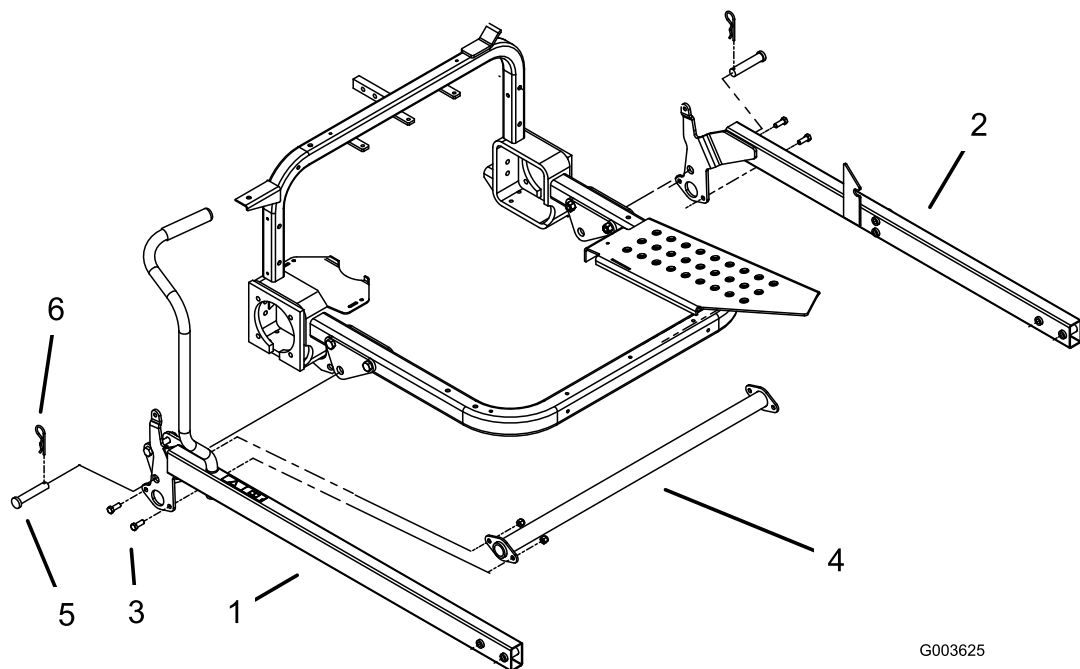

図 4
- 昇降アームの位置決めを行う各昇降アームブラケットの取り付け穴を取り付けブラケットの穴に整列させる 図 4。
- 右側昇降アームを取り付けブラケットに固定するクレビスピンとヘアピンコッターを使用する 図 4。
- トーションチューブの一端を、右側昇降アームに仮止めする。ボルト3/8 x 1 インチ2本とロックナット3/8 インチを使用 図 4を参照。
- 左側昇降アームを取り付けブラケットに固定するクレビスピンとヘアピンコッターを使用する 図 4。
- トーションチューブのもう一方の端を、左側昇降アームに仮止めする。ボルト3/8 x 1 インチ2本とロックナット3/8 インチを使用 図 4を参照。
4. トーションチューブと昇降アームとを連結しているボルトを締め付ける 図 4。